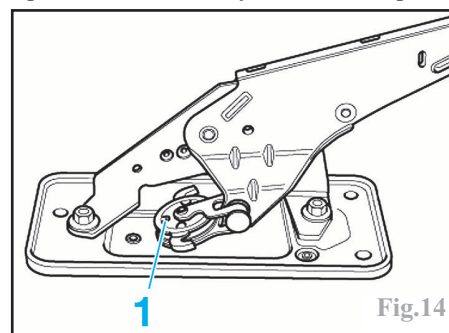

Fig.14
Appuyer sur le cran de déverrouillage (1) (les deux crochets doivent être en prise avec les œillets des câbles de frein à main) (Fig.14).